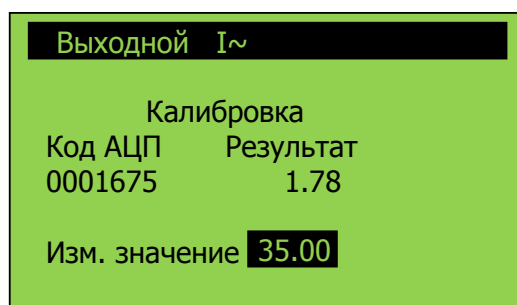

Рисунок 31 – Внешний вид окна «Выходной I ~ / Калибровка»
3.5.6.9 Плавным вращением рукоятки регулятора напряжения по часовой стрелке установить по показаниям измерителя переменного тока (РА1) значение силы переменного тока на выходе Аппарата равное приведенному значению (мигающему) в окне «Выходной I ~ / Калибровка» в строке «Изм. значение» (см. рисунок 31).